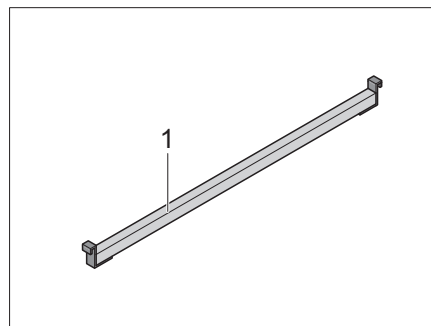
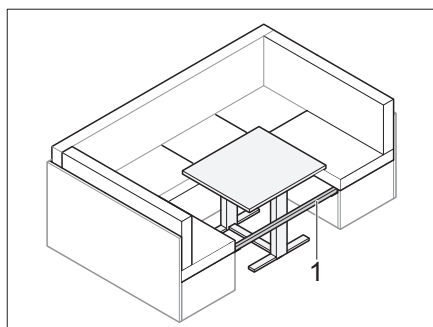

Fig. 62 Listón adicional
Fig. 63 Listón insertado
- Insertar listón adicional (Fig. 62,1) entre los bancos (Fig. 63).